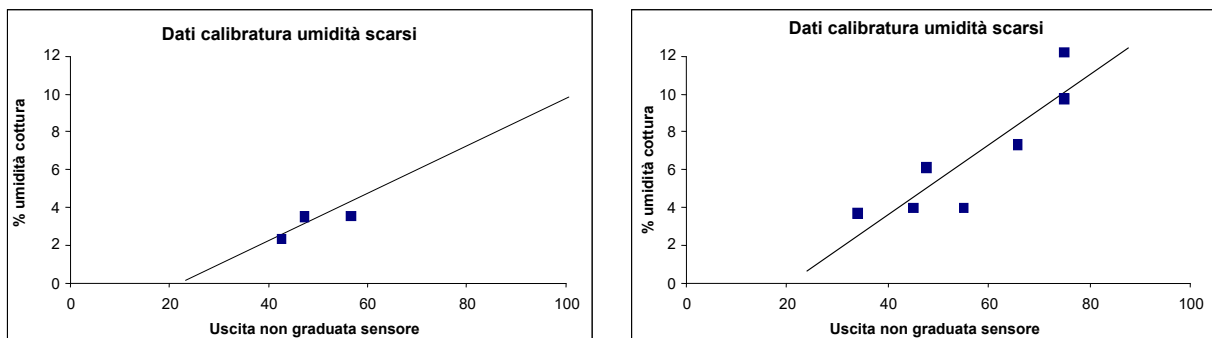

Figura 18. Esempi di punti di calibratura del materiale inadeguati
- i campioni sono prese in prossimità dello stesso contenuto di umidità (Figura 18, a sinistra). È necessario un buon intervallo;
- Vi è una grande dispersione nelle letture, come mostrato nel grafico della calibratura nella Figura 18 (a destra). Ciò è generalmente dovuto a scarsa affidabilità o coerenza nel prelevare i campioni da essiccare o un incorretto posizionamento del sensore con flusso di materiale inadeguato su di esso;